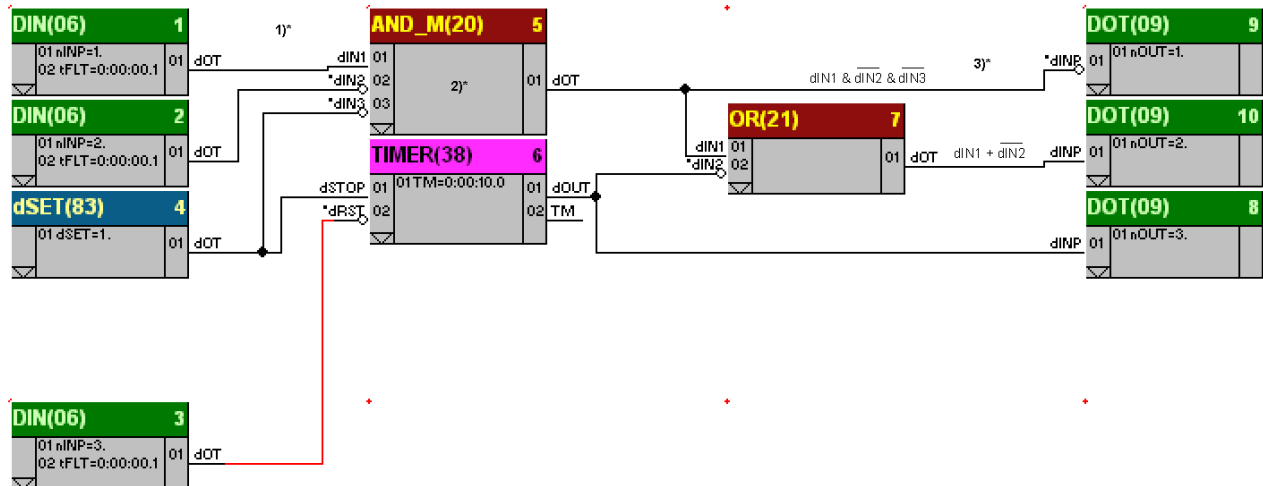

Рисунок 4.7 - Пример конфигурирования
Возможности конфигурирования не зависят от функционального блока и определяются следующими правилами (рис. 4.7):
На рис. 4.7 представлен пример конфигурирования.
На рис. 4.7 представлены различные примеры и варианты конфигурирования:
3) Выходной сигнал функционального блока многовходового И 5-MULTI_AND(20)-03 подается на 1-й дискретный выход контроллера, для чего на вход 01 блока дискретного выхода 9-DOT(09) подключен выход 01 блока многовходового И 5-MULTI_AND(20)-03. Сигнал на входе 01 функционального блока дискретного выхода 9-DOT(09) инвертируется.
4) На рис.4.7 показана инверсия входов следующих функциональных блоков: Вход 02 и 03 блока 5-MULTI_AND(20)-03, вход 02 блока 6-TIMER(38), вход 02 блока 7-OR(21), вход 01 блока 9-DOT(09).